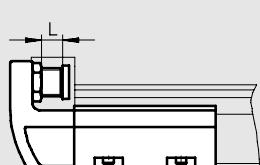

Bild 4 / Fig. 4
– det till. justerbara ändlägesområdet L (→ Bild 4/5)
- el margen de posición final ajustable y admisible L (→ Fig. 4/5) del tope y el ajuste preciso de las posiciones finales.